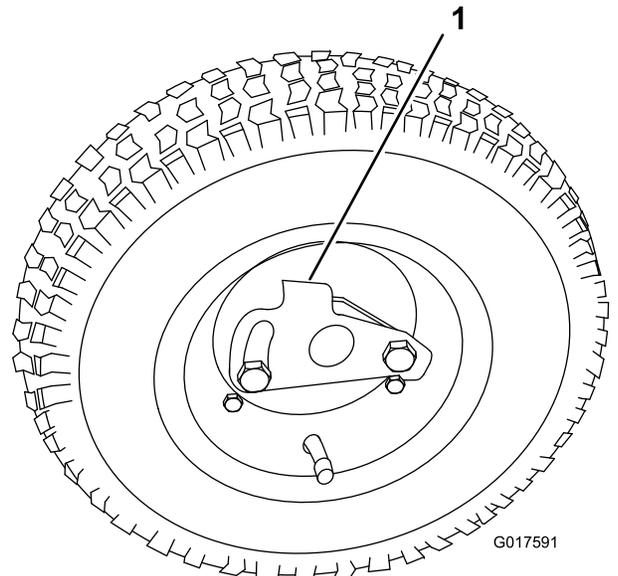

图 12
2. 将行走轮锁定夹压向轮的中心然后将行走轮滑到六角轴上图 12。